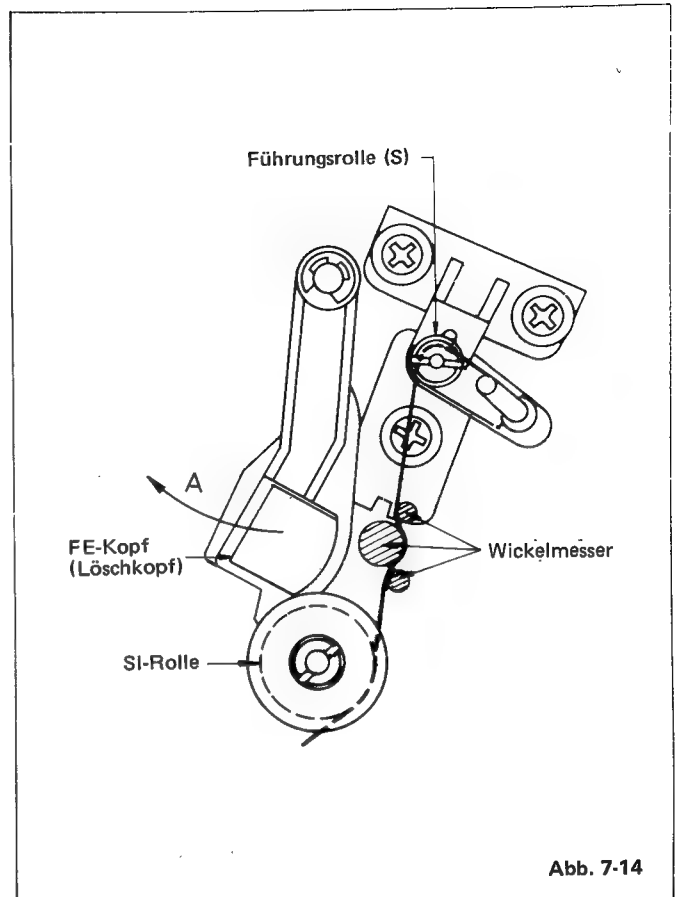

Abb. 7-14
- 4) Den FE-Kopf (Löschkopf) wie in Abb. 7-14 gezeigt in Pfeilrichtung A ziehen und einen Wickelmesser wie in Abb. 7-14 und 7-15 gezeigt einsetzen; überprüfen, ob der Bandzug 23 bis 28 g beträgt.